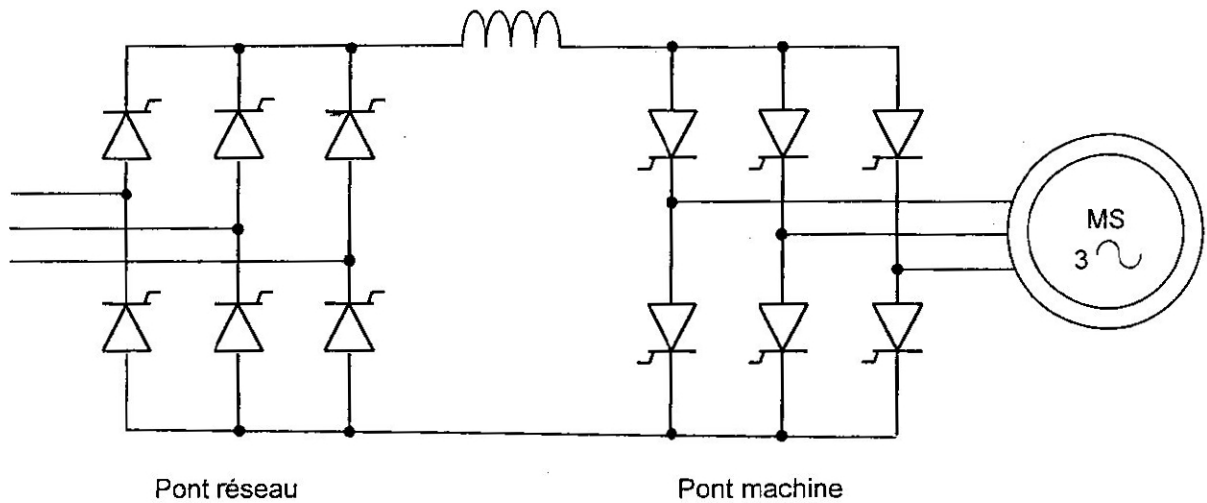

Figure 2
1. Lors du fonctionnement de la machine synchrone autopilotée en moteur (voir figure 2), préciser le rôle du pont « réseau » d'une part, du pont « machine » d'autre part.
4. Les lignes d'arbres étant stoppées, on désire battre en arrière. Indiquer si le dispositif de la figure 2 permet à la machine synchrone de tourner en arrière. Justifier la réponse.